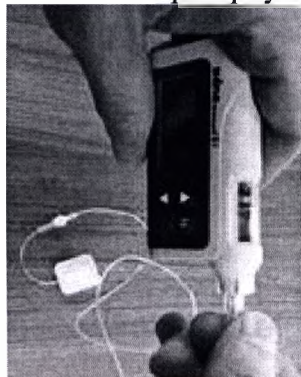

Рис.86.
2. Присоедините инфузионный набор к помпе: Переверните помпу с установленным резервуаром вверх дном и снимите заглушку с резервуара. Ввинтите разъем инфузионного набора против часовой стрелки в отделение резервуара, пока он не зафиксируется на своем месте (Рис.86). Если при снятии заглушки резервуара и подсоединении инфузионного набора помпа не перевернута вверх дном, инсулин может вытечь в помпу.